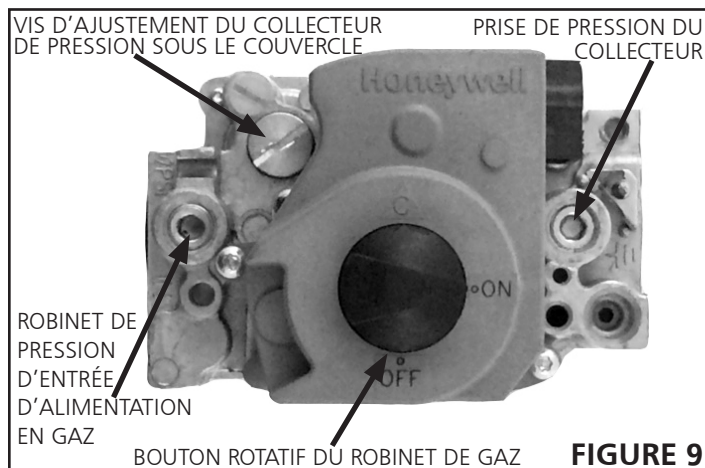

FIGURE 9
- Il y a un bouton rotatif noir lequel peut être passé en position de marche (ON) ou en position d'arrêt (OFF). Pivoter le bouton à la position d'arrêt (OFF). (Voir la **figure 9**).
- Pivoter le bouton noir à la position de marche (ON).
- Après avoir vérifié, et ajusté, la pression de ligne, vérifier la pression au collecteur. La bonne pression au collecteur est indiquée sur la plaque de classification de l'appareil. Voir la **figure 9** pour l'emplacement de la vis d'ajustement de pression du gaz. Un ensemble de conversion de gaz naturel au gaz propane est requis pour faire la conversion de l'appareil. Se référer aux instructions d'installation fournies avec l'ensemble de conversion pour la procédure de conversion.